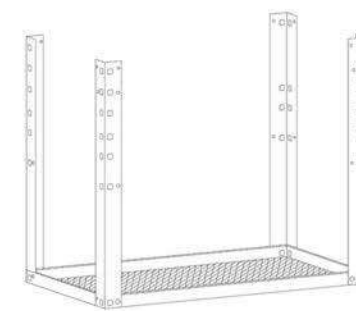

Рис. 2. Установка стоек
3. Установите четыре стойки (2) к полке (1) (рис. 2). Закрепите стойки с помощью клипс и винтов М6 х 10, шайб А6 и гаек М6.